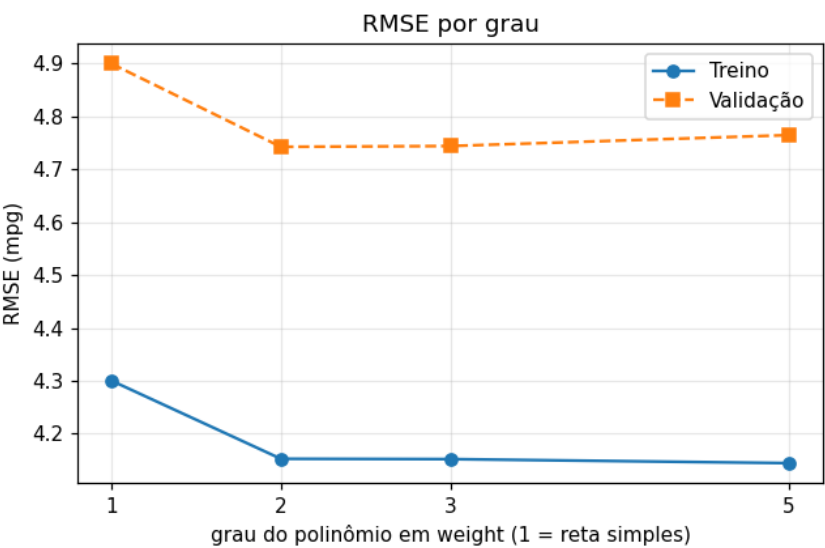

Figura 5. RMSE (mpg) de treino e de validação em função do grau do polinômio em weight (1 = reta).
Unidade de MAE e RMSE: milhas por galão (mpg). A Figura 5 mostra o RMSE de treino e de validação por grau (1 = reta simples); foi gerada antes do reajuste final.
1. Só weight já reduz o RMSE de validação de 8,73 (baseline) para 4,90 mpg. Aumentar o grau trouxe pouco: o grau 2 reduziu para 4,74 e os graus 3 e 5 não melhoraram (Figura 5). Adicionar informação nova (model_year) valeu muito mais que adicionar flexibilidade: 4,03 mpg. No teste: baseline 7,35; simples 3,86; polinomial grau 2: 3,63; múltipla 3,07 mpg.